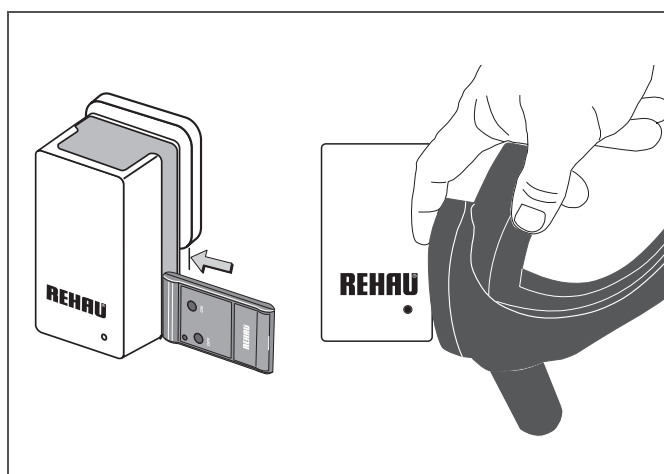

Fig. 6-5 Memorarea emițătorului în amplificator
2. Țineți mânerul tubului de aspirare sau emițătorul portabil în apropierea carcusei amplificatorului așa cum este prezentat în figură (vezi fig. 6-5).